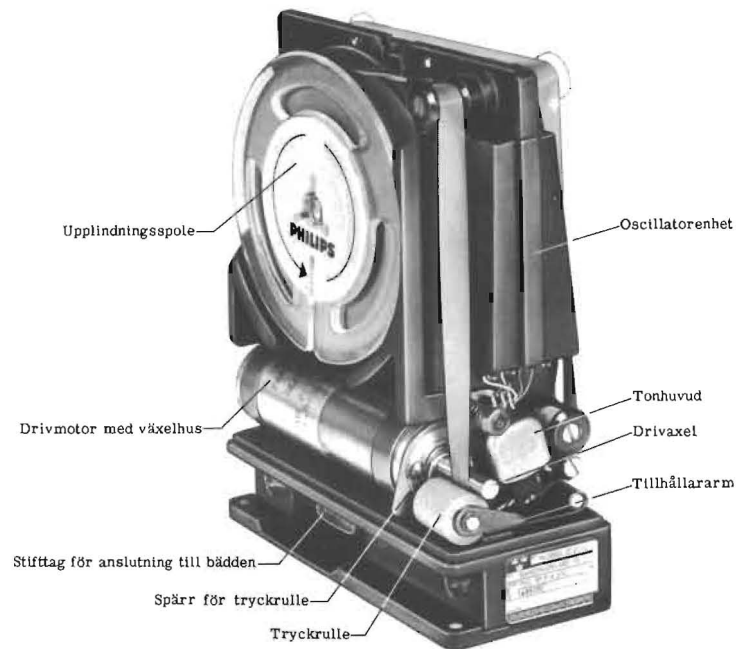

Bild 5. Bandinspelarens upplindningssida
3. För tryckrullen till spärrläget, se bild 5.
Tryckrullen pressar bandet mot drivaxeln, så att bandet inte slirar. Tryckrullen sitter på en arm, tillhållararmen (bild 5), som trycks i riktning mot drivaxeln av en fjäder.
På bandinspelarens stomme sitter ett niopoligt stifttag, bild 5, som passar i ett motsvarande hylstag i bädden.
Tonhuvudet är fastlimmat på en hållare som sitter på stommen, se bild 5.